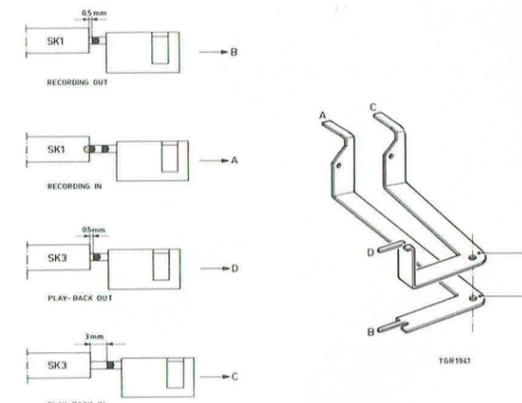

Fig. 19
- Courber les pattes de l'équerre de commutation, rep. 95 pour que le tiroir du commutateur occupe les positions dessinées figure 19.
- Le tiroir du commutateur doit occuper les positions dessinées figure 19. L'ajustage peut se réaliser en courbant les pattes sur l'équerre de commutateur, rep. 96.